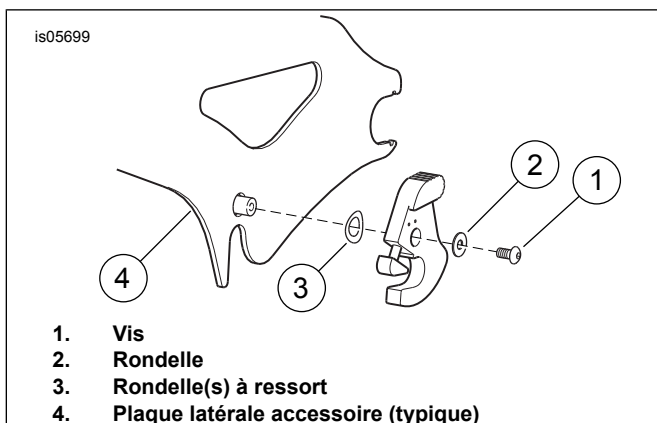

Figure 2. Retirer le loquet (installation extérieure droite représentée)
2. Voir Figure 2 . Retirer la vis (1) et la rondelle (2) du loquet à remplacer. Conserver la vis et la rondelle pour l'installation.